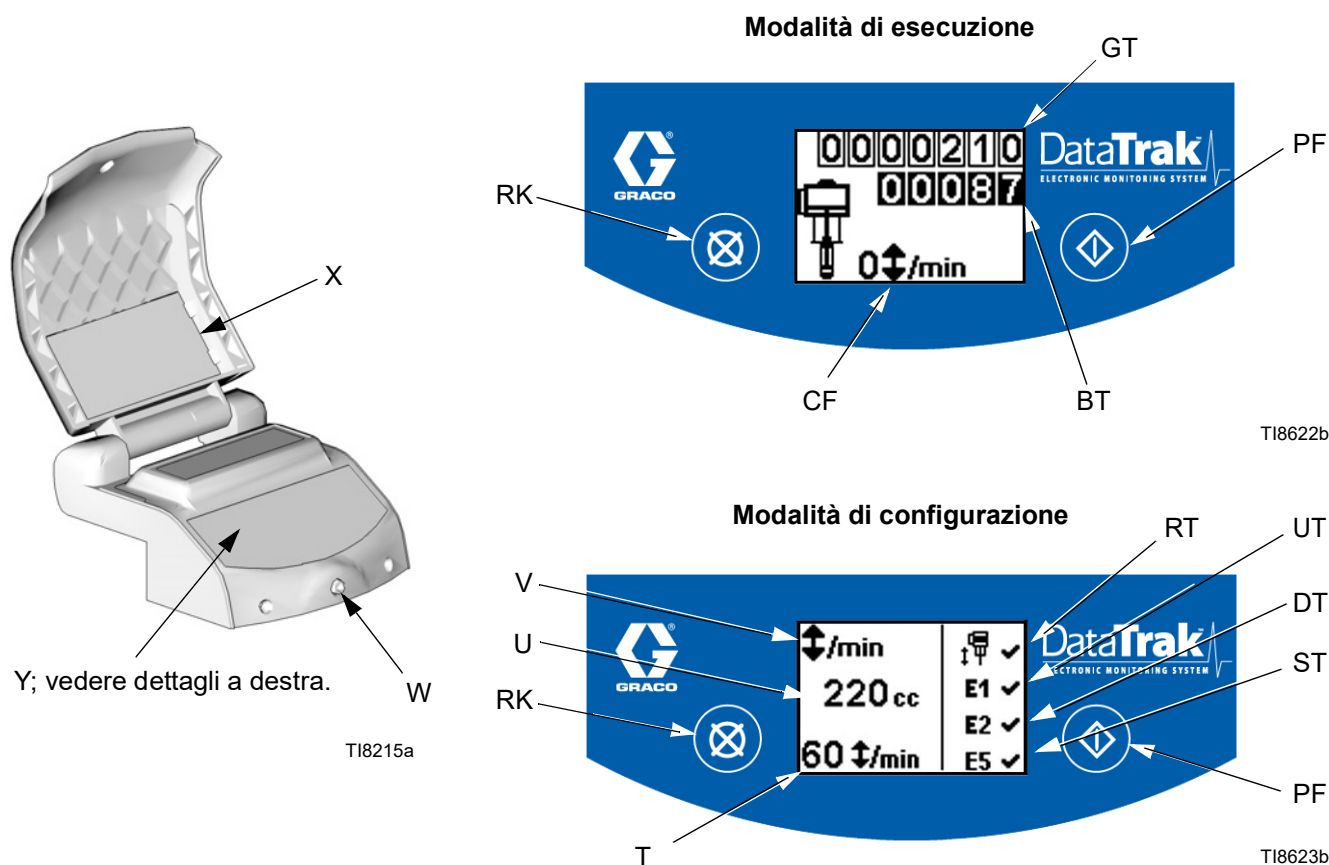

FIG. 3. Controlli e indicatori DataTrak
Legenda per FIG. 3
1. Vedere FIG. 3. Tenere premuto  per 5 secondi, fino alla visualizzazione del menu di configurazione.
Quando le opzioni di accelerazione e di errore E1, E2 e E5 sono attivate, sulla schermata di configurazione viene visualizzato un ✓. Vedere FIG. 3.
1. Vedere FIG. 3. Se si verifica il fuorigiri della pompa, il solenoide di fuga si attiva, arrestando la pompa stessa. Il LED (W) lampeggia e il display (Y) indica la condizione di fuorigiri (vedere Tabella 1).
2. Per ripristinare il monitoraggio del fuorigiri, chiudere la valvola dell'aria principale (B). Attendere che l'aria si sia completamente scaricata dal motore pneumatico prima di passare alla fase 3. La schermata si modifica per indicare l'operazione, come illustrato in basso.
4. Aprire la valvola dell'aria principale (B) per riavviare la pompa.
Per disattivare il monitoraggio di accelerazione, entrare in modalità di configurazione e impostare il valore su 0 (zero) o portare (RT) su off  (vedere FIG. 3).
1. Vedere FIG. 3. Per accedere alla modalità di adescamento/lavaggio, premere un tasto qualsiasi per riattivare il display, quindi premere . Sul display viene visualizzato il simbolo dell'adescamento/lavaggio e il LED
Vedere FIG. 3. L'ultima cifra del totalizzatore batch (BT) indica i decimi di galloni o litri. Per azzerare il totalizzatore, premere un tasto qualsiasi per riattivare il display, quindi tenere premuto  per 3 secondi.
Vedere FIG. 3. Il display (Y) si spegne dopo un minuto di inattività nella modalità di esecuzione o dopo tre minuti nella modalità di configurazione. Premere un tasto qualsiasi per riattivare il display.
Il DataTrak è in grado di diagnosticare diversi problemi della pompa. Quando il sistema di monitoraggio rileva un problema, il LED (W, FIG. 3) lampeggia e viene visualizzato sullo schermo un codice diagnostico. Vedere Tabella 1.